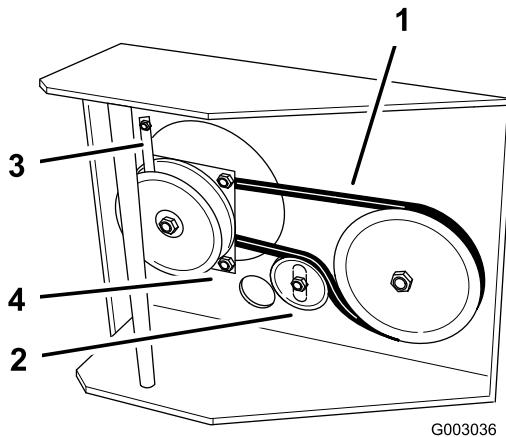

Figure 41
- Décrochez le dispositif de retenue de l'embrayage et déposez le dispositif de retenue (Figure 41).
- Desserrez le boulon de fixation de la poulie de tension pour pouvoir la bouger et enlevez la courroie de transmission de la poulie d'entraînement et de l'embrayage (Figure 41).
- Accrochez le dispositif de retenue à l'embrayage et fixez-le au châssis avec le boulon de fixation du moteur (Figure 41).
- Serrez le boulon de pivot à un couple de 19 à 24 Nm (170 à 220 po-lb) (Figure 41).